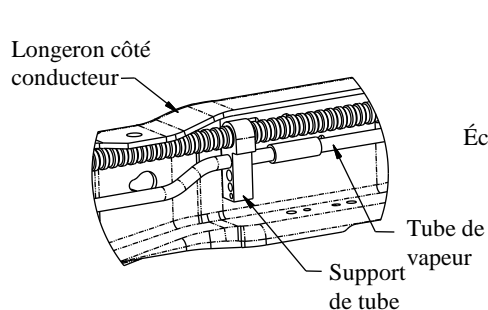
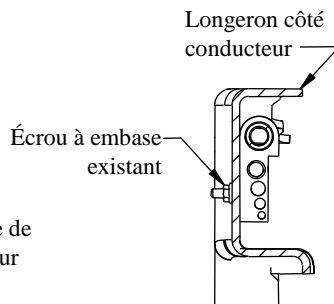
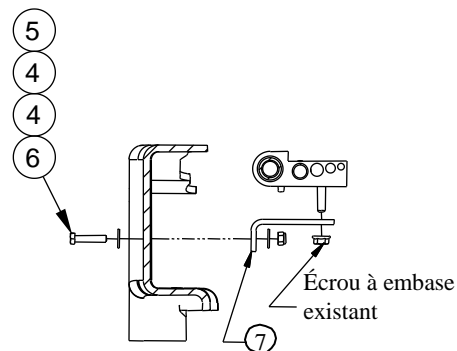
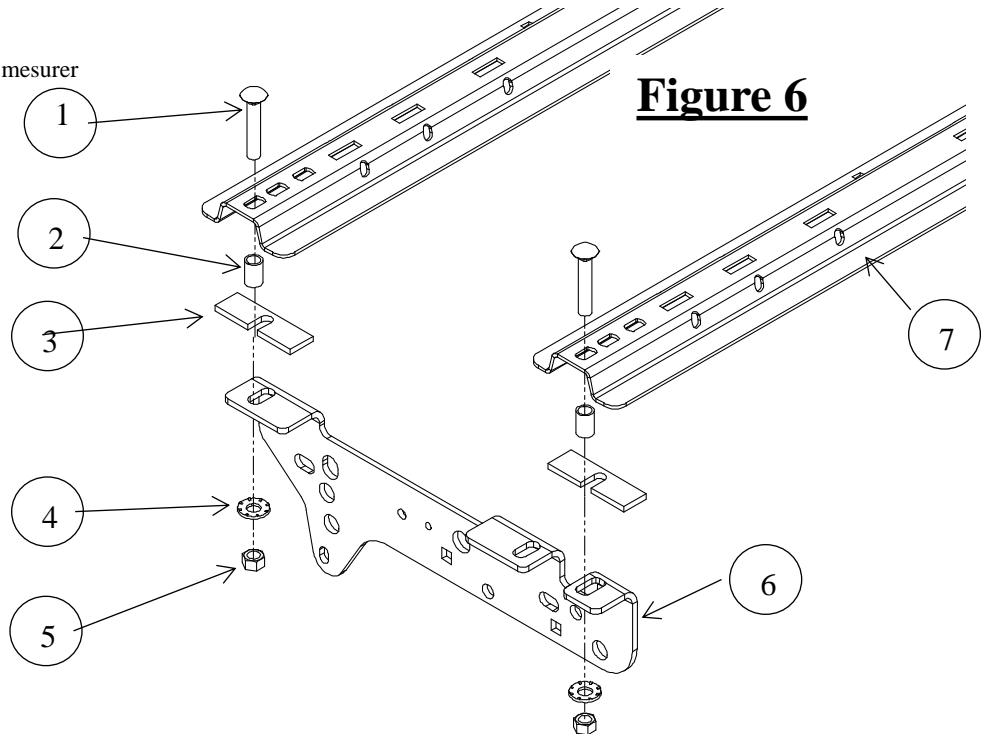

Figure 3a
Figure 3b
Figure 3c
Figure 6
2. **Sur véhicules équipés de moteur à gaz seulement - 2005 et plus récent.** Le tube de vapeur qui court sur l'intérieur du longeron côté conducteur doit être repositionné avant de poser le support côté conducteur. Voir la Figure 3a. Ôter l'écrou à embase de l'extérieur du cadre et le conserver pour usage ultérieur. Voir la Figure 3b. Faire pivoter les tubes vers le haut et de façon à libérer l'accès. Poser le support en L à l'aide de la visserie 1/4 po, comme illustré à la Figure 3c. Serrer le support en L contre le cadre, mais laisser du jeu au porte-tube pour faciliter la pose du support.
14. **Sur véhicules équipés de moteur à gaz seulement - 2005 et plus récent.** Utiliser l'écrou à embase d'origine enlevé à l'étape 2 pour fixer le support de tube sur le support en L, comme illustré à la Figure 3c.
9. Placer un espaceur de 5/16 po d'épaisseur (3) entre la plateforme (plancher) et la traverse (7) si le trou percé dans la plateforme se trouve dans le creux de l'ondulation. Si le trou se trouve sur le sommet de l'ondulation, placer l'espaceur (3) entre le bas de la plateforme et le support sous la plateforme.
10. Placer les espaceurs tubulaires 1-1/4 po (2) sous les traverses (7).
11. Insérer des boulons de carrosserie 5/8 po (1) dans les traverses et les trous de la plateforme, comme illustré à la Figure 6.
12. Poser des rondelles coniques 5/8 po (4) et des écrous 5/8 po (5) sur les boulons. Visser la visserie à la main.
16. **Sur véhicules équipés de moteur à gaz seulement - 2005 et plus récent.** Utiliser l'écrou à embase d'origine enlevé à l'étape 2 pour fixer le support de tube sur le support en L, comme illustré à la Figure 3c.